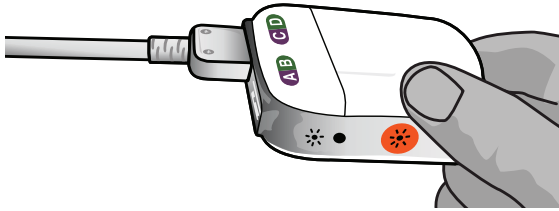

Figure 6 : Connexion du câble de salle d'opération au stimulateur d'essai externe
7. Connectez la rallonge du câble de salle d'opération à la prise du stimulateur d'essai externe portant l'étiquette CD (Figure 6).